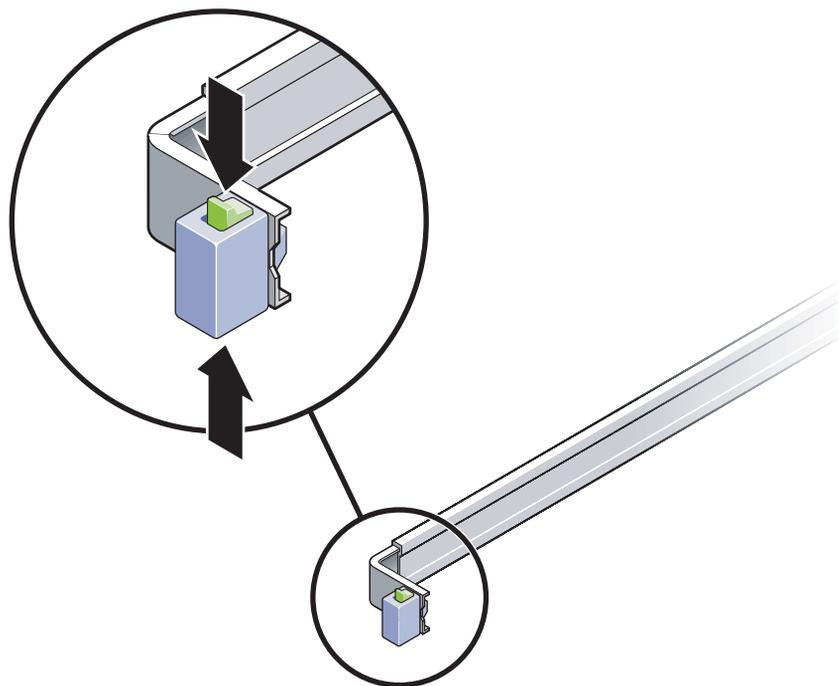

図 2-1 スライドレール構成部品のロックの解除
- a. スライドレールロックの上下のロックボタンを同時に押し続けます (図 2-1)。